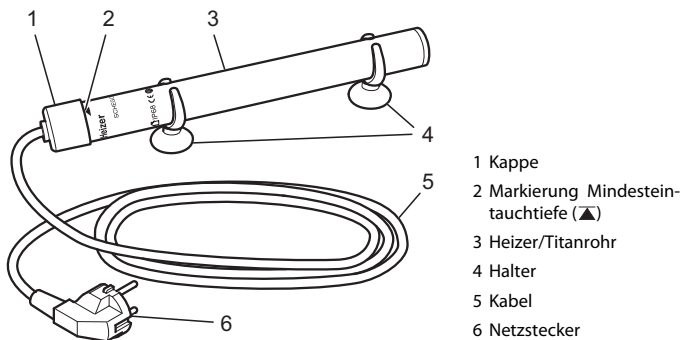

Abb. 1: Übersicht
- Trennen Sie vor allen Arbeiten den Heizstab vom Stromnetz. Ziehen Sie dazu den Netzstecker (Abb. 1/6) aus der Steckdose und lassen Sie den Heizstab abkühlen, bevor Sie im Aquarium oder Terrarium hantieren.
- Fassen Sie den Heizstab nur an der Kappe (Abb. 1/1) an.
Sie haben die Möglichkeit, den Heizstab mithilfe der mitgelieferten Halter (Abb. 1/4) in jeder beliebigen Lage unterhalb der Wasseroberfläche anzubringen.
- Schützen Sie den Netzstecker (Abb. 1/6) vor Feuchtigkeit.
2. Schieben Sie die mitgelieferten Halter (Abb. 1/4) auf den Heizstab.
- Beachten Sie bei senkrechtem Einbau die Mindesteintauchtiefe  (Abb. 1/2), bis zu der der Heizstab mindestens in das Wasser getaucht werden muss.
1. Ziehen Sie den Netzstecker des Heizstabes (Abb. 1/6) aus der Steckdose bzw. dem Temperaturregler.
2. Lassen Sie den Heizstab (Abb. 1/3) vollständig abkühlen und stellen Sie sicher, dass er abgekühlt ist, bevor Sie den Heizstab berühren.
- Tauschen Sie bei Beschädigungen des Kabels (Abb. 1/5) den gesamten Heizstab aus. Die Anschlussleitung kann nicht einzeln ersetzt werden.